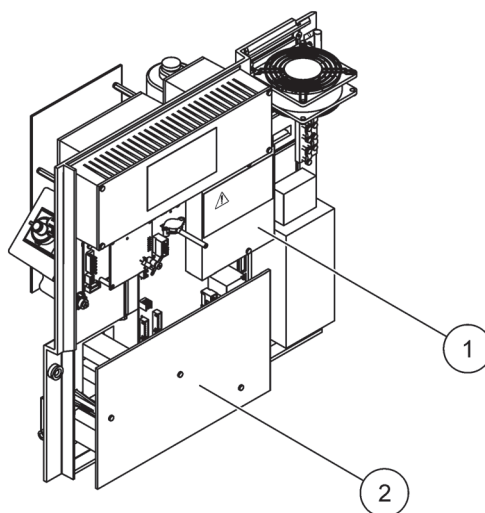

Figure 14 Dépose des capots de protection
Se référer à Figure 14 pour la dépose du capot de protection.
3. Déposez les deux vis du capot de protection et déposez le capot (élément 1, Figure 14 à la page 25).
6. Déposez les trois vis de fixation du capot du panneau inférieur. (élément 2, Figure 14 à la page 25). Déposez le panneau.
3. Déposez le capot de protection (Figure 14 à la page 25).